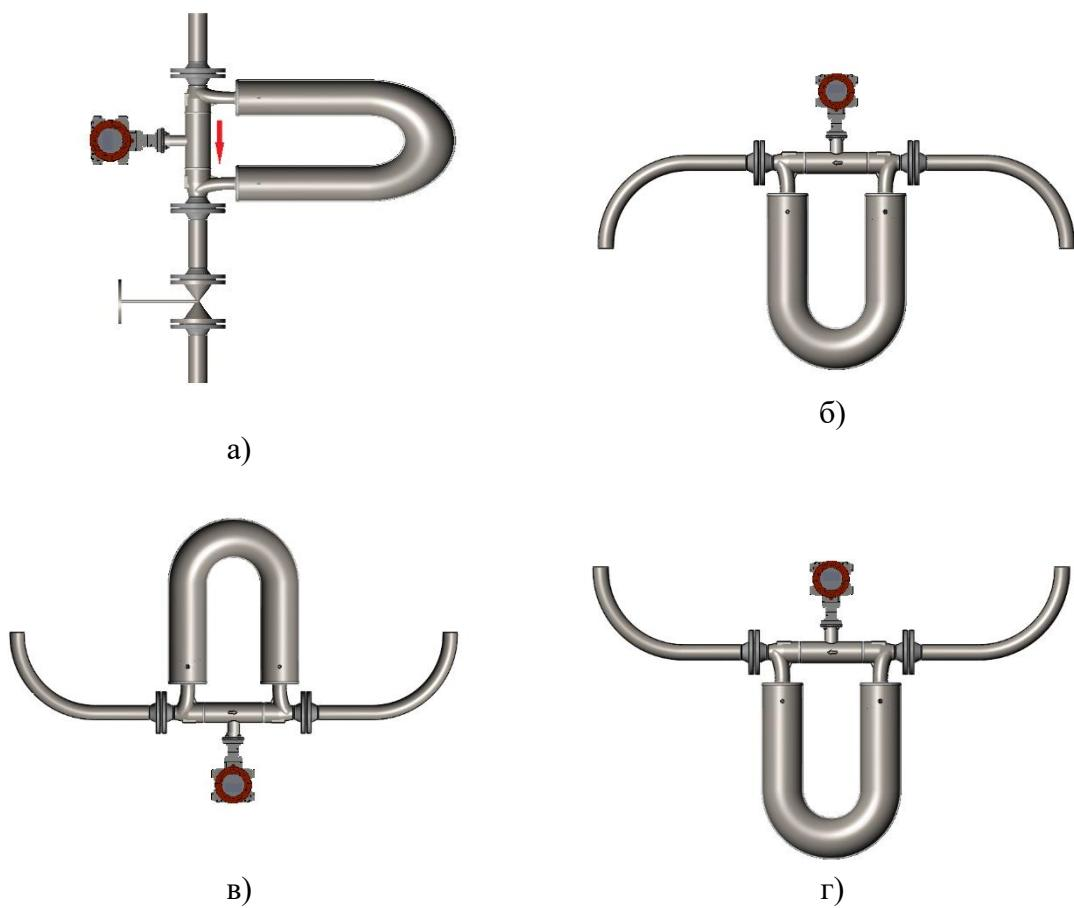

Рисунок 15 – Нежелательные варианты установки преобразователя:
- при сифонном эффекте, возникающем на нисходящем участке трубопровода, а также на участке, имеющем свободный слив рабочей среды измерения в атмосферу (Рисунок 15);